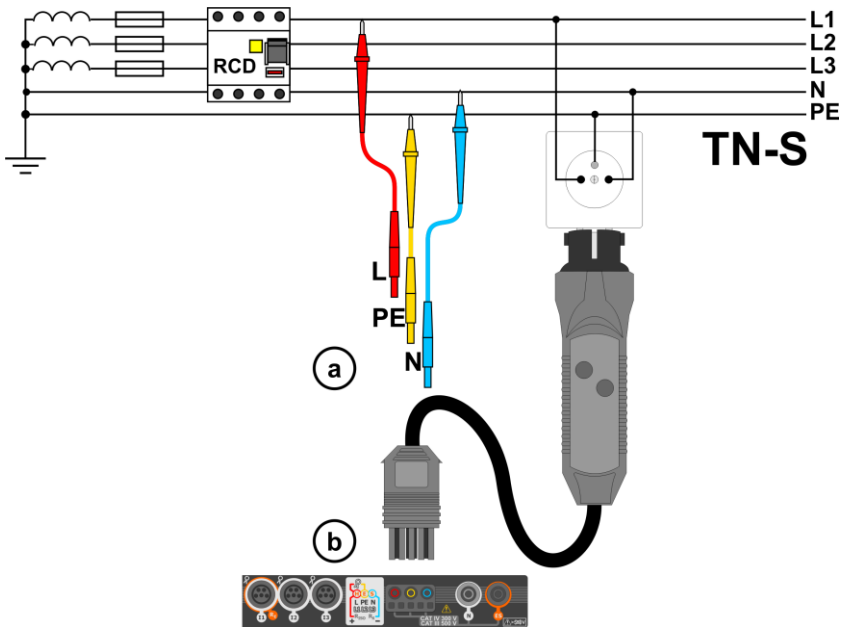
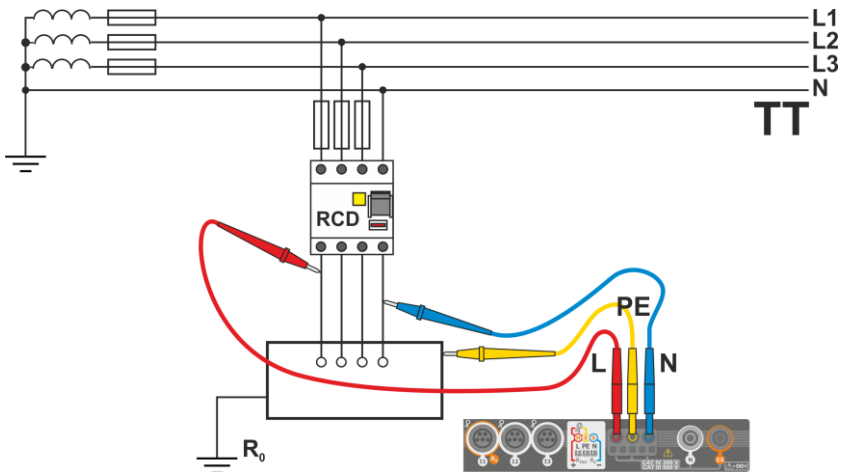
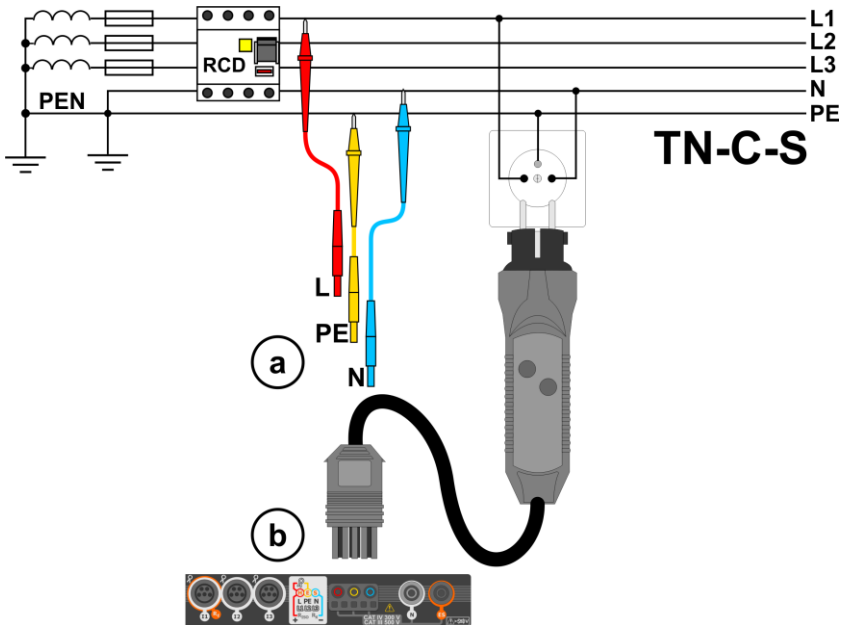

Fig. 4.3 Messung im TN-S Netz
Fig. 4.4 Messung im TT Netz
Fig. 4.5 Messung im TN-C-S Netz
- 1 Schließen sie die Messleitungen gemäß der Abbildungen Fig. 4.3, Fig. 4.4 und Fig. 4.5 an.